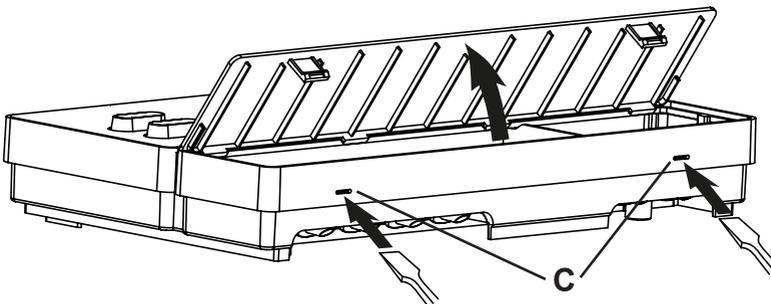

Bild3 Ta av locket
2. Tryck in klämlåsen **C** med en skruvmejsel och ta av locket (se **Bild3**).